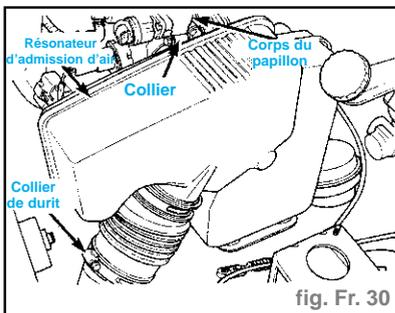

fig. Fr. 30
- Déposer en bloc le résonateur d'admission d'air et les durits, du corps du papillon et le boîtier de l'épurateur d'air (fig. Fr. 30).
- Poser ensemble le résonateur d'admission d'air et les durits sur le corps du papillon et le boîtier de l'épurateur d'air Fixer convenablement le collier de durit au d'épurateur d'air et au corps du papillon (fig. Fr. 30).